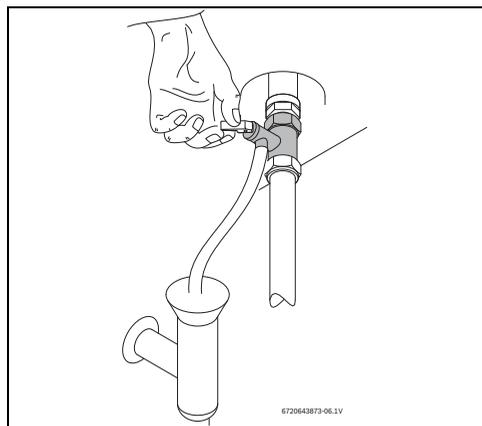

Рис. 11 Открытие предохранительного клапана вручную
- ▶ Откройте предохранительный клапан (рис. 11).
- ▶ Минимум один раз в месяц открывайте предохранительный клапан (→ рис. 11).